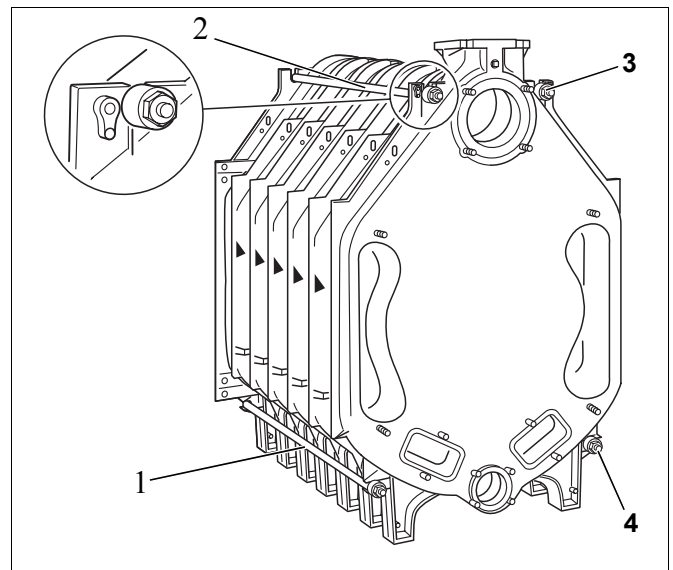

Fig. 22 Montaggio dei tiranti
- Inserire i tiranti nelle camme di ghisa con i pacchetti elastici già applicati a sinistra e a destra, sopra e sotto accanto ai mozzi della caldaia (fig. 22, [1] a [4]).